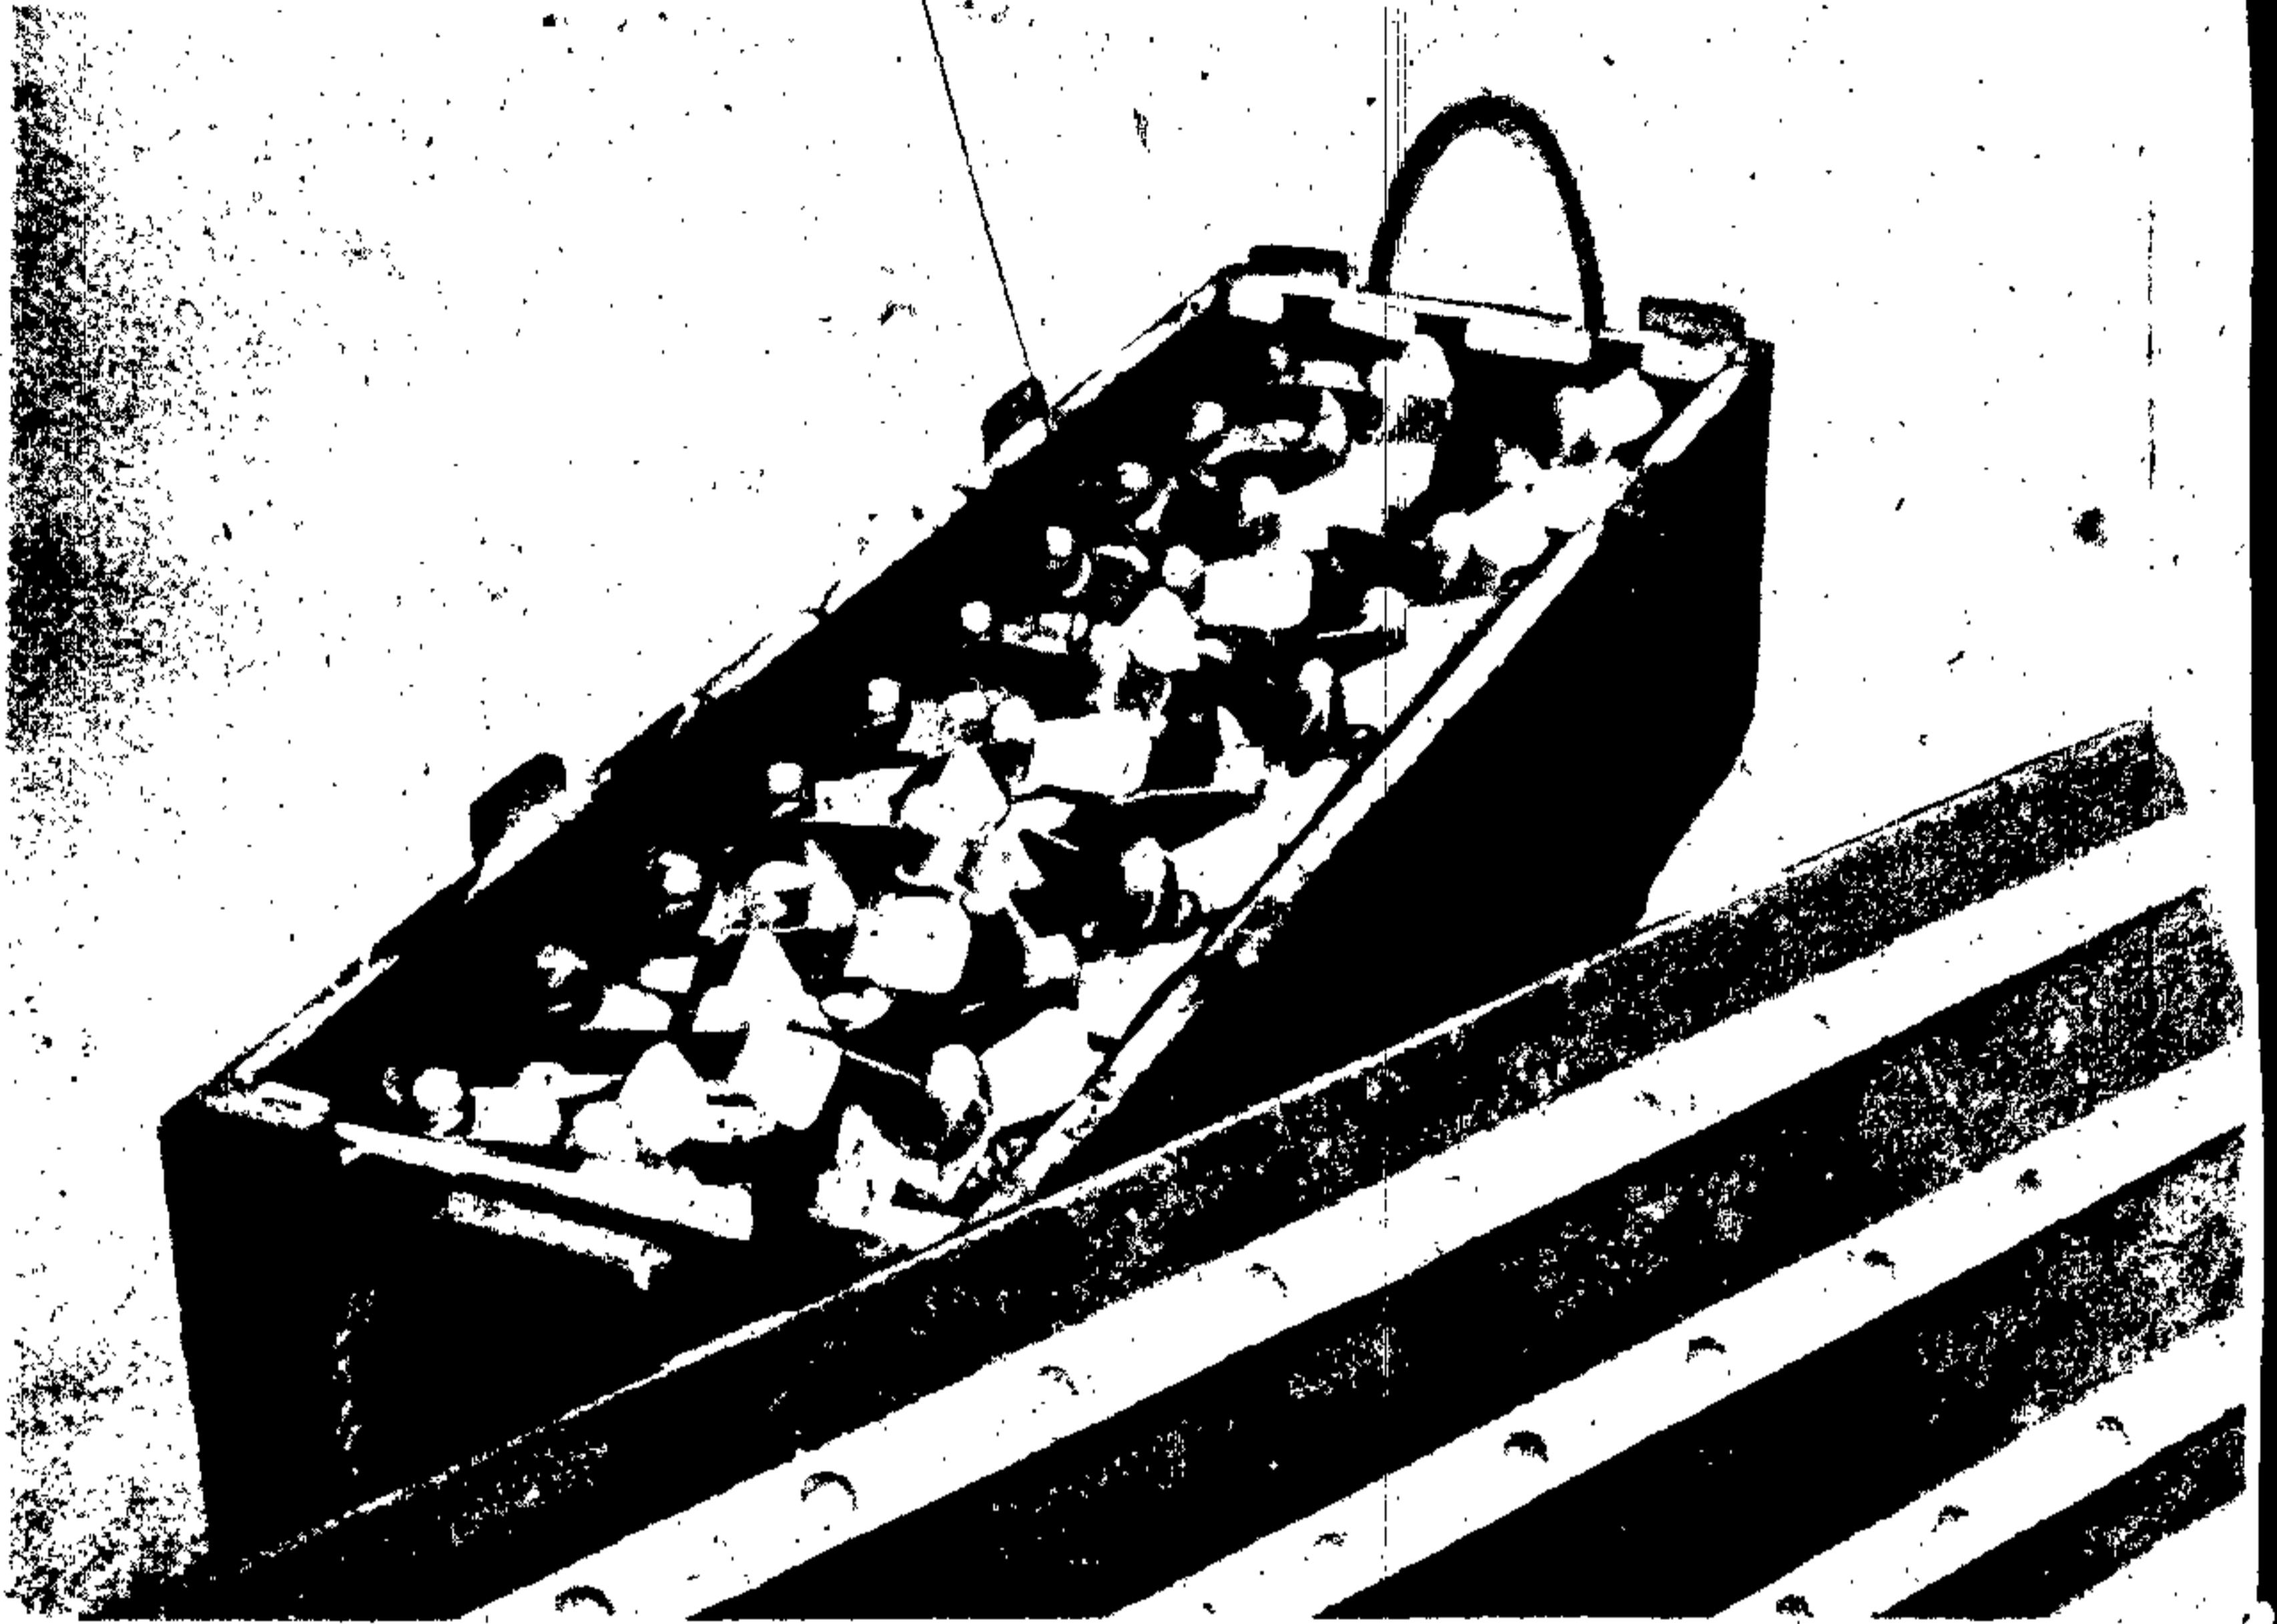
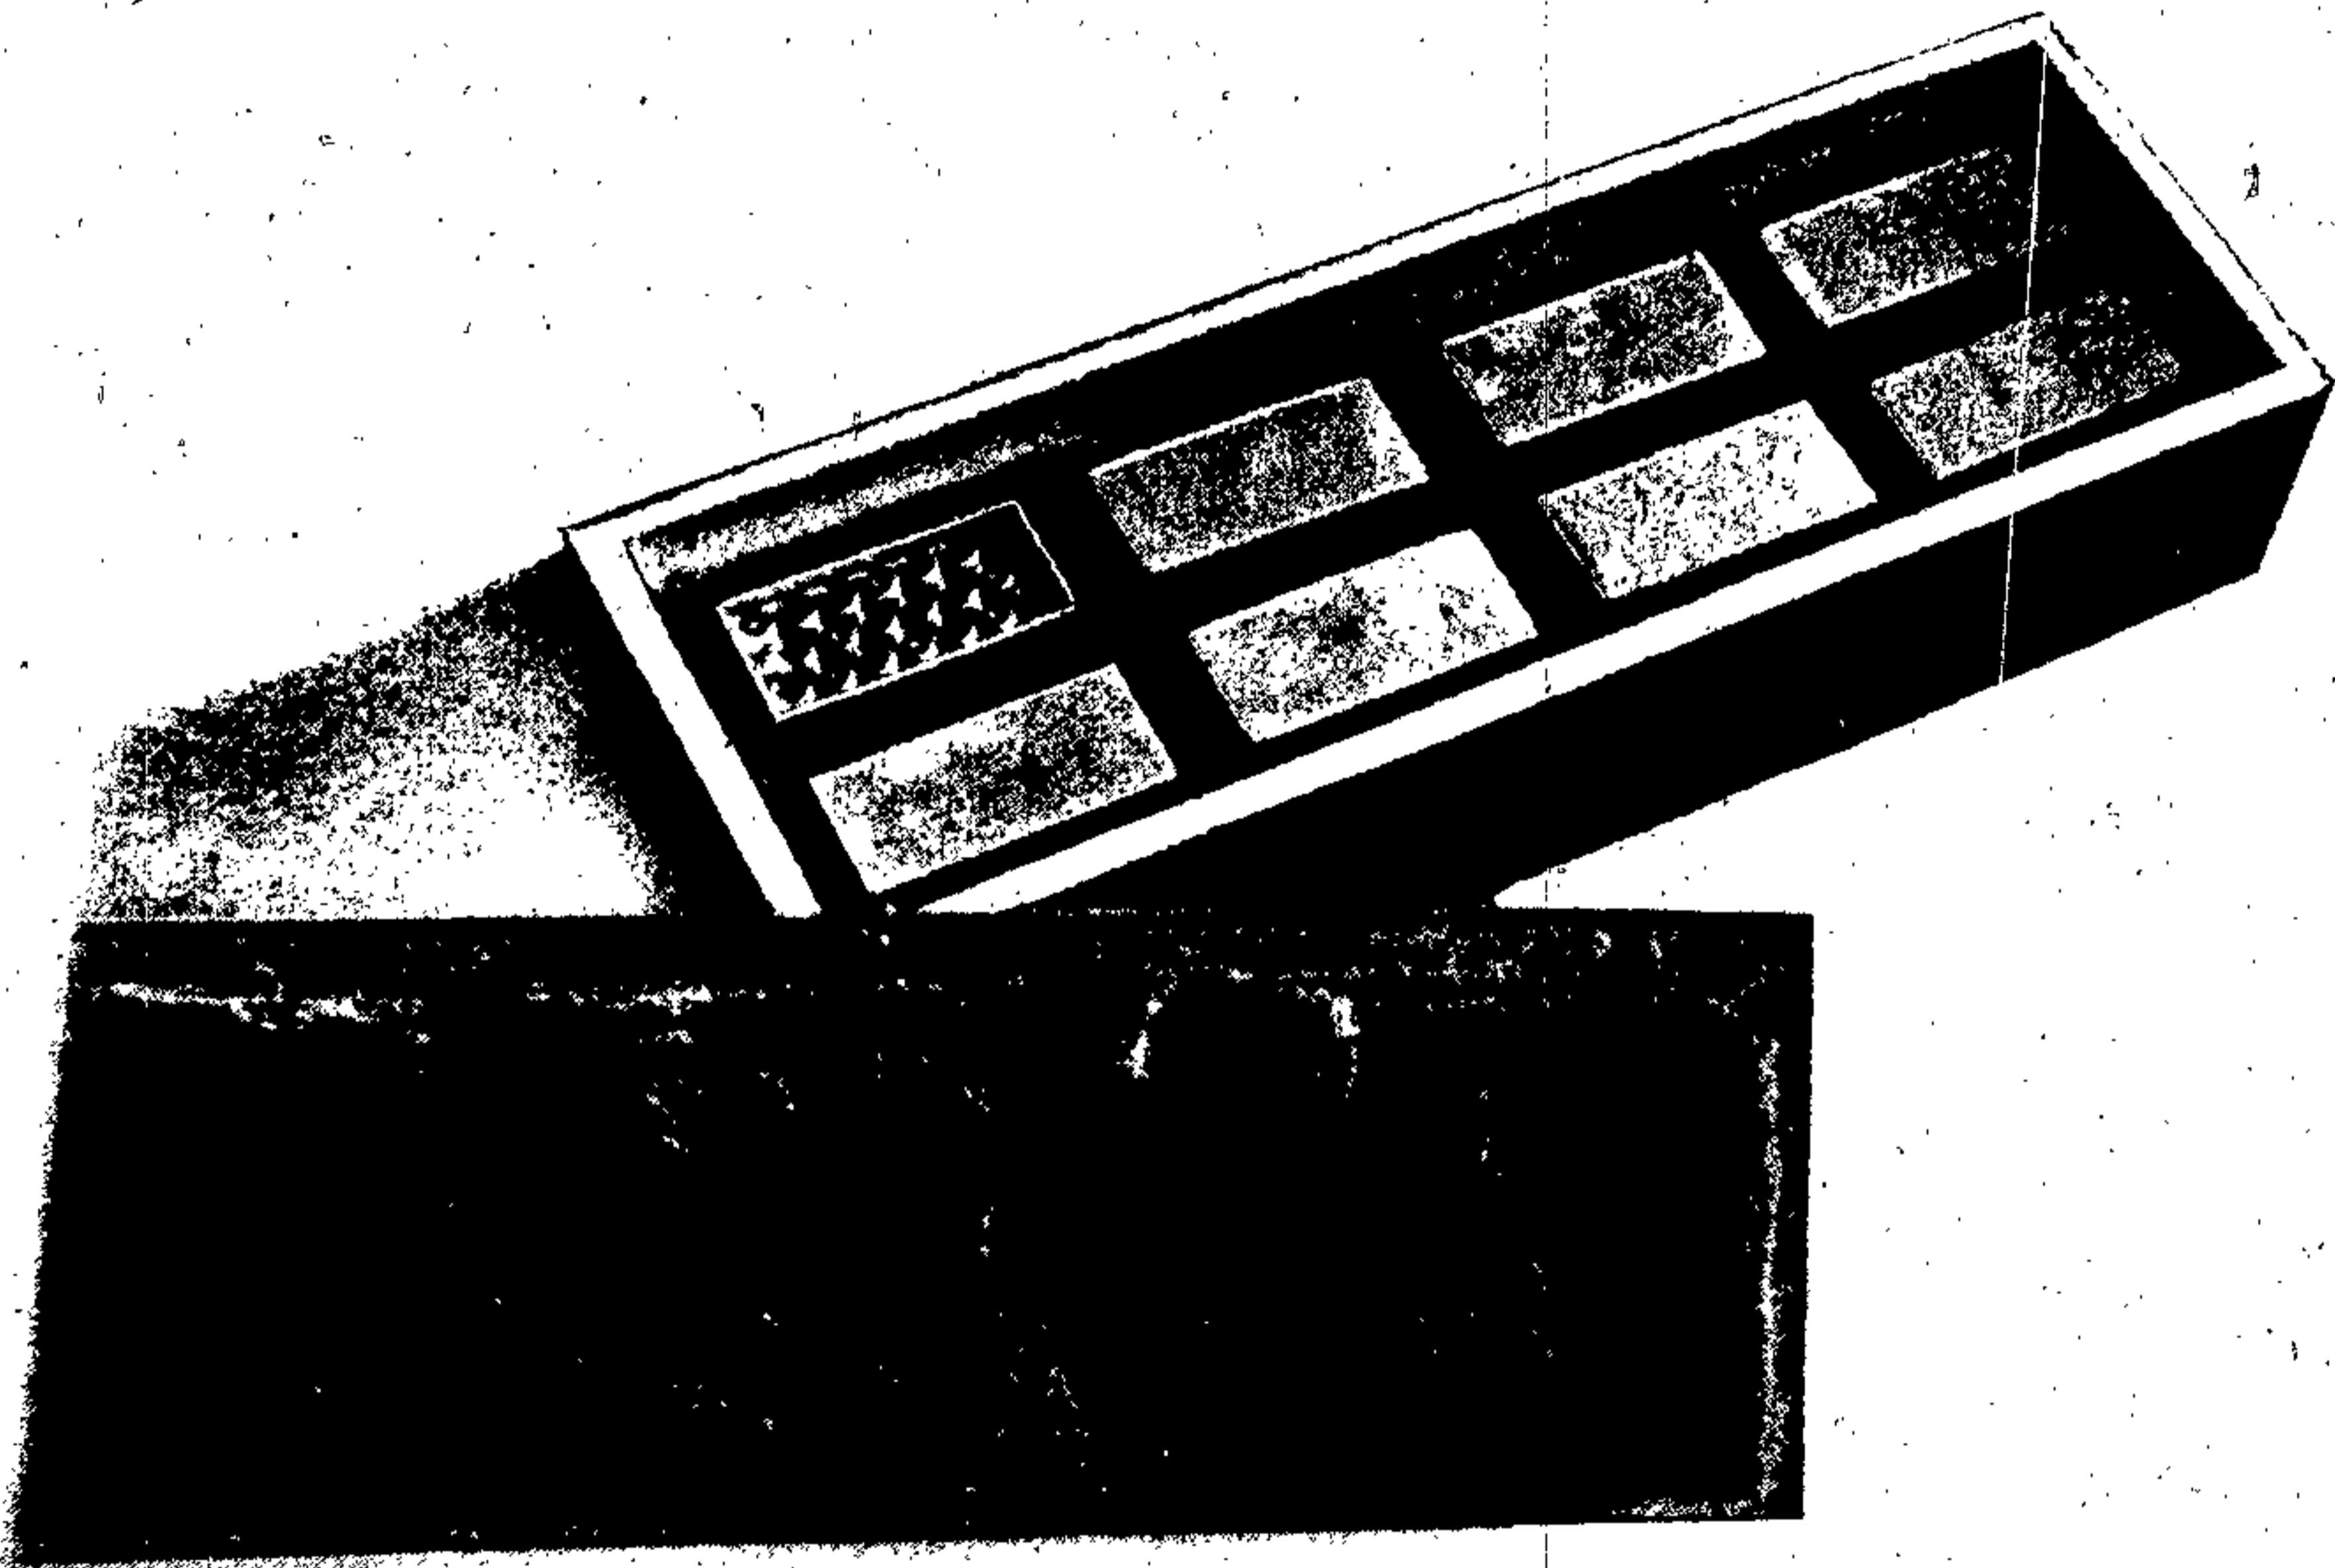
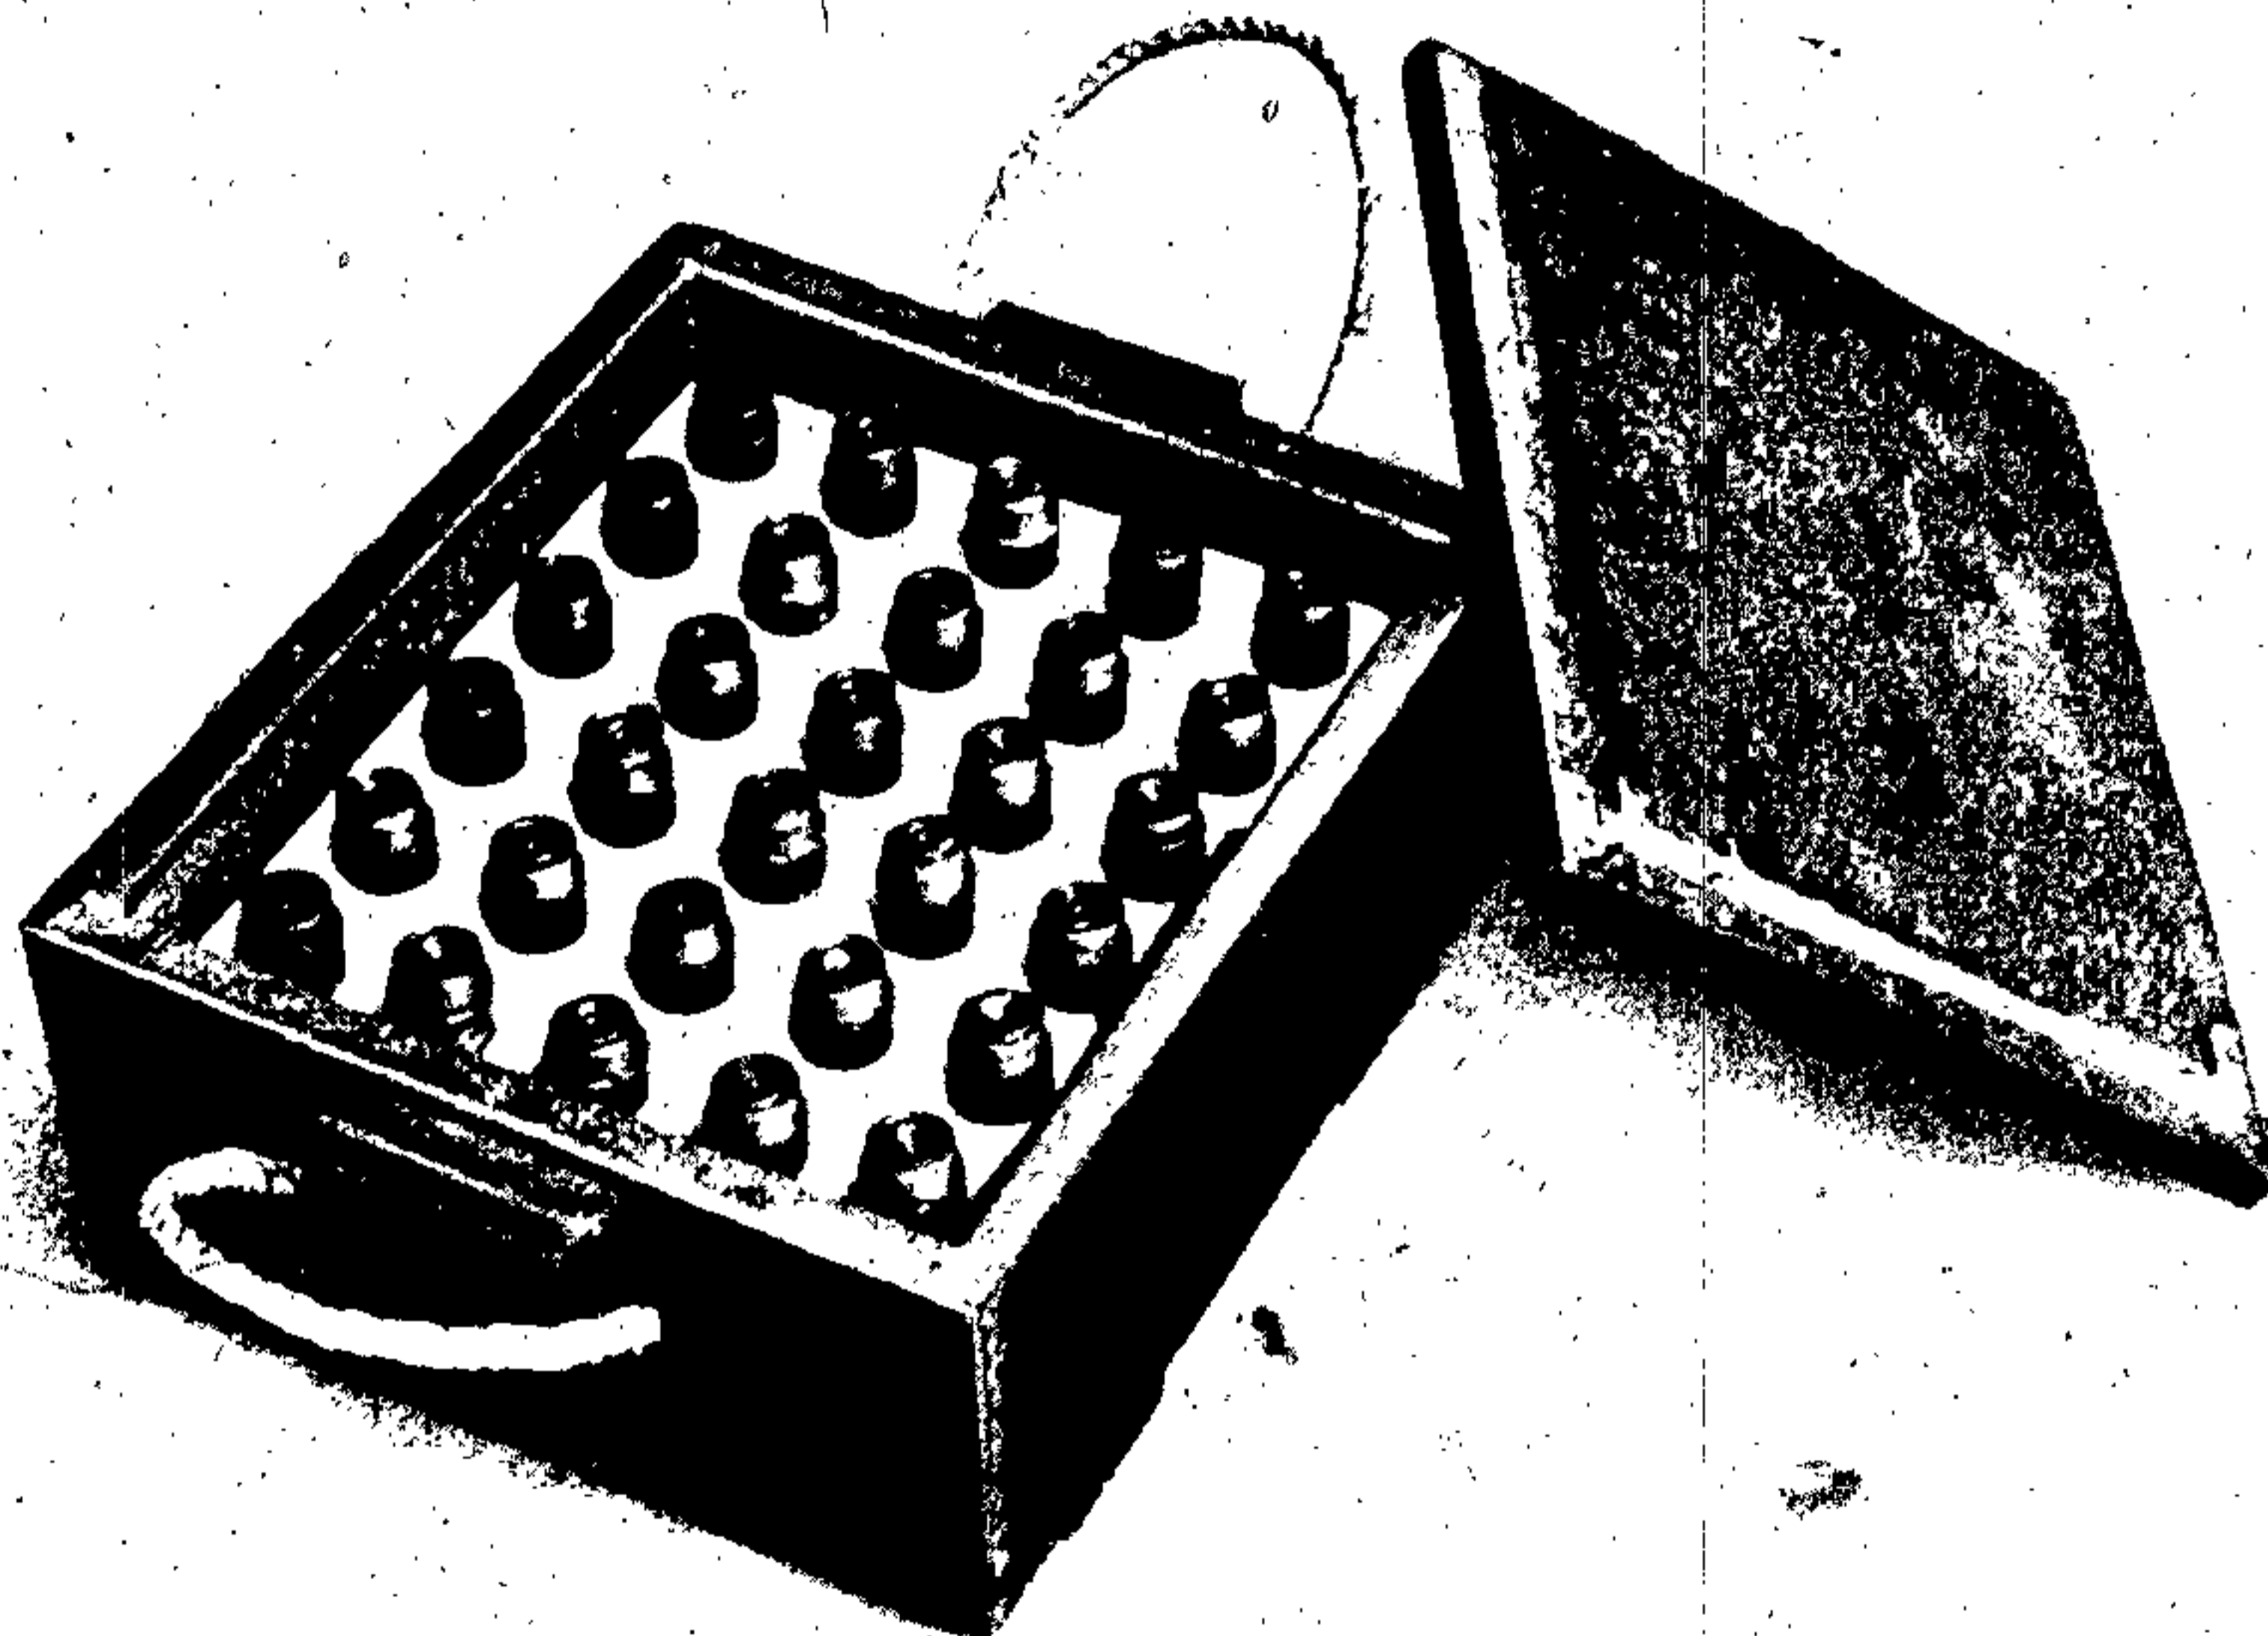

Abb. 5: Pistolen in Verpackungskiste
Abb. 6: Sprengkapseln in Verpackungskiste
Abb. 7: Übertragungsladungen in Verpackungskiste
Die drei Pistolen (Land-, See- und Zerstörpistole) sind der Lagerkiste (Abb. 5) zu entnehmen und daraufhin zu prüfen, ob die Sicherungssplinte einwandfrei durchgesteckt sind. Ist dieses nicht der Fall, so sind die Gefechtpistolen als unklar auszusondern. Beschädigte Gefechtpistolen sind an die Nachschubdienststelle abzugeben. Aus den beiden anderen Lagerkisten sind für jede Pistole je eine Sprengkapsel (Abb. 6) und eine Übertragungsladung (Abb. 7) zu entnehmen. Nachdem die Sprengkapsel in die mit der Übertragungsladung gefüllte Hülse hineingeschraubt wurde, ist die Hülse in das Pistolengehäuse einzuschrauben. Die Sprengkapseln und Übertragungsladungen sind für alle Pistolen gleich.
13) zu Abb. 5 — 14) zu Abb. 7.